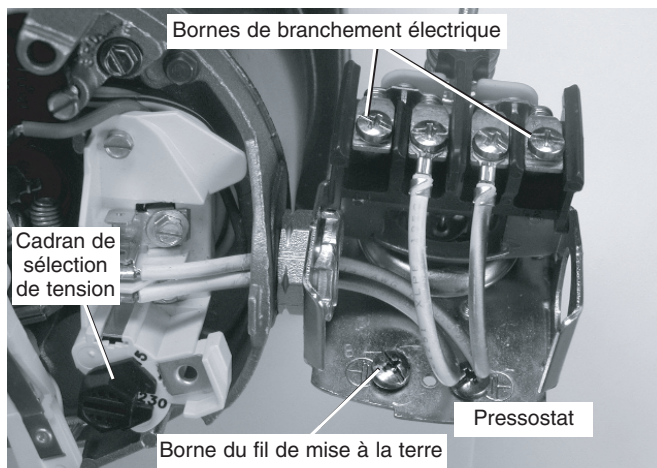

Figure 14 : Tension réglée à 230 volts sur sélecteur à cadran
3. Fixer les fils d'arrivée de courant aux deux vis extérieures du manostat (figure 14).
4. Relier le fil de terre aux bornes de raccord de mise à la terre (figure 14).
- 1 ° Brancher tout d'abord le fil de mise à la terre, comme il est illustré à la Figure 14. Le fil de mise à la terre doit être un fil de cuivre massif d'un diamètre au moins aussi gros que le diamètre des fils de tension.
- 4 ° Brancher les fils de tension sur le manostat, comme il est illustré à la Figure 14.